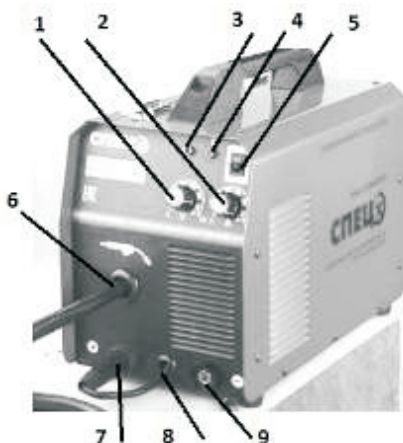

Рис.1. Общий вид
7.1. Включить аппарат выключателем на задней панели, загорится индикатор «Сеть» (рис. 1, поз.3).
7.2. Установить регулятор сварочного тока (рис.1, поз. 2) в необходимое положение.
- отрегулировать сварочный ток регулятором 2,см.рис.1